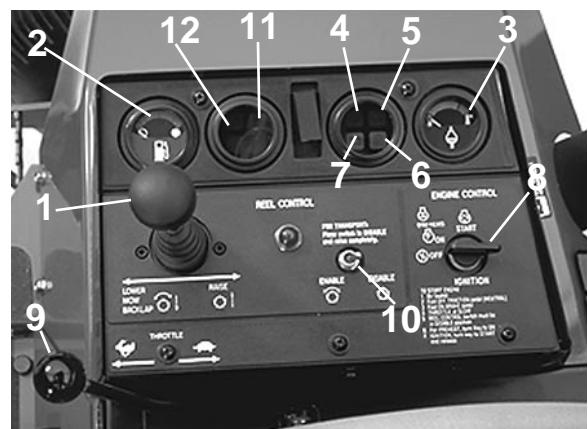

Fig. 10
**Leva di comando abbassa e taglia-alza** (Fig. 10)—Questa leva alza ed abbassa gli apparati di taglio, ed avvia e arresta i cilindri.
**Indicatore del carburante** (Fig. 10)—Indica il livello del carburante nel serbatoio.
**Spira della pressione dell'olio motore** (Fig. 10)—Indica se la pressione dell'olio motore è pericolosamente bassa.
**Interruttore di accensione** (Fig. 10)—Tre posizioni: OFF (spento), ON (acceso) e preriscaldamento, e START (avviamento).
**Leva del gas** (Fig. 10)—Spostare il comando in avanti per aumentare il regime del motore, e indietro per farlo rallentare.
**Indicatore della temperatura refrigerante motore** (Fig. 10)—La luce si accende ed il motore si spegne quando il refrigerante raggiunge una temperatura pericolosamente elevata.
**Indicatore della candela ad incandescenza** (Fig. 10)—Quando è accesa indica che le candele ad incandescenza sono accese.
**Spia di ricarica** (Fig. 10)—Si accende se il circuito di ricarica dell'impianto non funziona.
**Commutatore abilita-disabilita** (Fig. 10)—Viene utilizzato con la leva di comando abbassa e taglia-alza (Lower mow-raise), per azionare i cilindri.
**Spia dell'acqua nel carburante** (Fig. 10)—Avverte della presenza di acqua nell'impianto di alimentazione.
**Spia di basso livello dell'acqua** (Fig. 10)—Avverte che il livello dell'acqua di raffreddamento è basso.